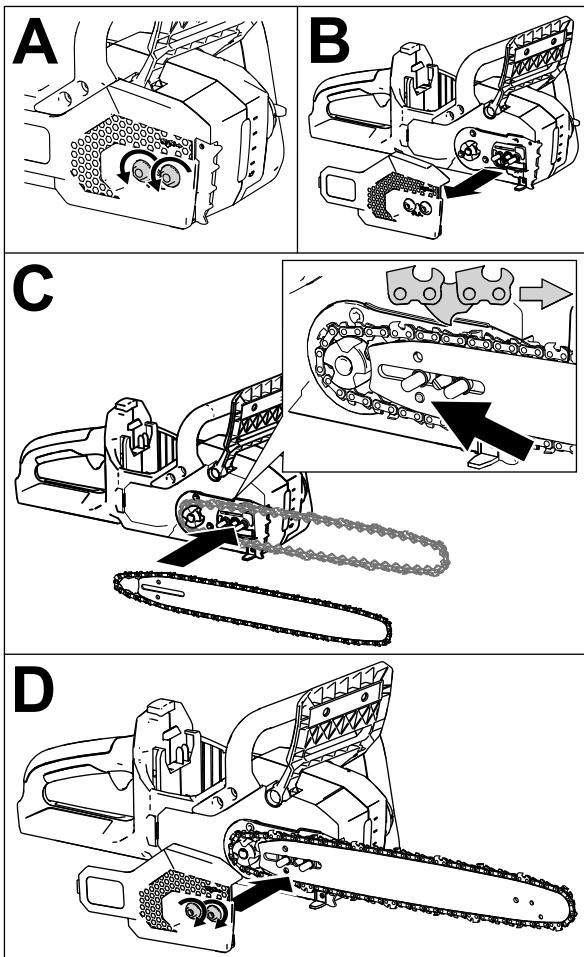

Figure 34
1. Si le couvercle latéral est monté sur la machine, desserrez les écrous captifs qui le fixent sur la machine et déposez-le (A et B de Figure 34).
2. Placez la chaîne autour du pignon d' entraînement à l' extrémité avant du guide, **en dirigeant vers l'avant le bord coupant des dents au sommet du guide**, comme montré sur le schéma figurant sur le côté de la tronçonneuse (C de Figure 34).
4. Placez la boucle ouverte de la chaîne (qui n'est pas sur le guide) autour du pignon d' entraînement de la tronçonneuse, puis montez le guide et la chaîne fixée en place comme montré en C sur la Figure 34.
Important: Vérifiez que le goujon de réglage de la chaîne est bien inséré dans le trou indiqué par la flèche en C sur la Figure 34. Vous devrez peut-être tourner le bouton de réglage de tension de la chaîne pour pouvoir enfiler le goujon dans le trou du guide.
5. Posez le couvercle latéral, mais ne serrez pas complètement les écrous captifs (D de Figure 34).